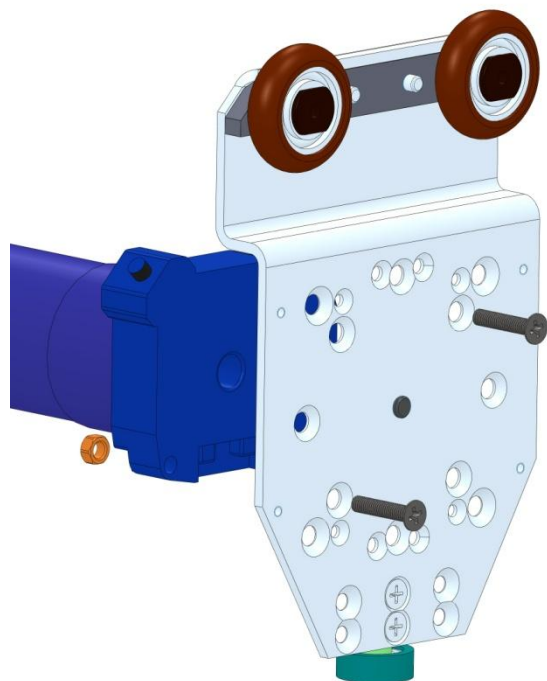

Рисунок 2.12. Крепление привода к каретке RC360/C
**2.2.1.** На каретку установить вал с приводом. Внутривальные электропривода крепятся к каретке напрямую или через соответствующее крепление при помощи винтов с потайной головкой и гаек. Для крепления завести винты с обратной стороны каретки (рис.2.12).